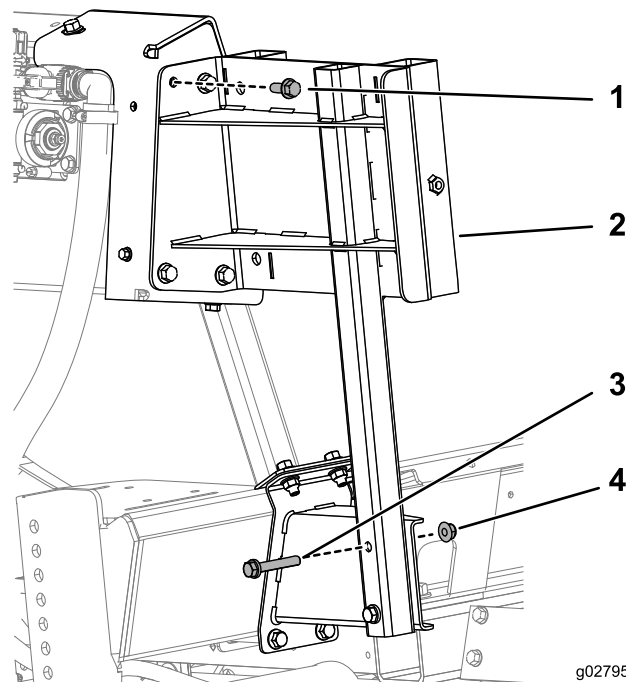

图5
4. 使用 4 个 3/8~16 x 1 英寸的 GR5 螺栓、2 个 3/8~16 x 2 1/4 英寸螺栓和 6 个 3/8~16 英寸凸缘螺母将软管卷架支撑托架固定到上下支架上, 如图 5 中所示。